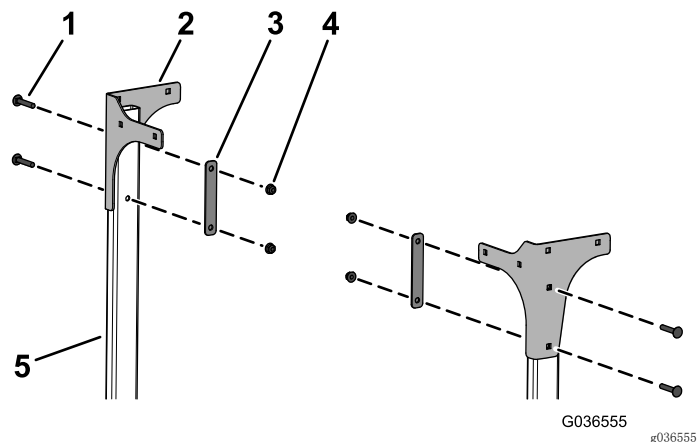

图8
7. 如图8所示, 用 4 个托架螺栓 (5/16 x 1 3/4 英寸)、2 个支撑板和 4 个凸缘螺母 (5/16 英寸) 将左、右后安装板松松地安装到支撑管上。